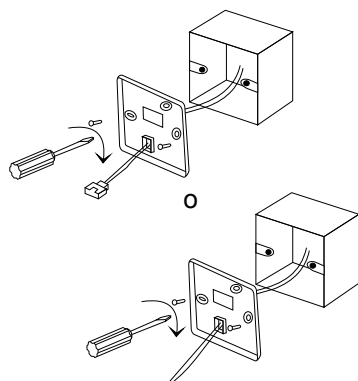

Fig. 2
- Como mostrado na Fig.2, aperte os parafusos $\phi 4 * 20$ mm fornecidos com a tampa traseira, depois passe os fios condutores através da tampa traseira.